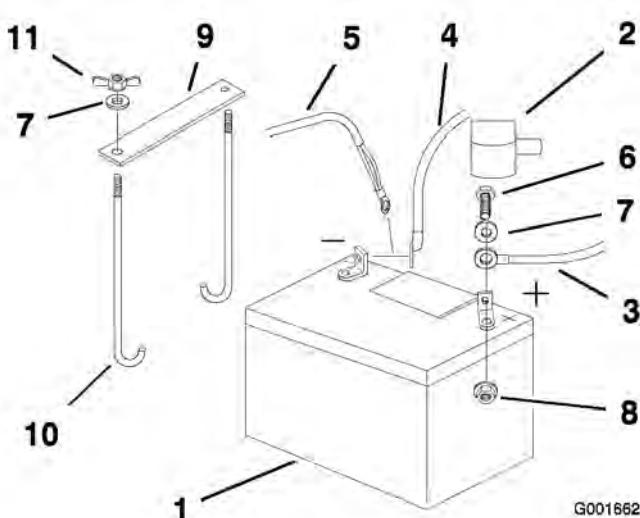

Figure 40
4. Commencez par débrancher le câble négatif et le câble de masse de la borne négative (-) de la batterie (Figure 40).
5. Ôtez le capuchon rouge de la borne positive (rouge) de la batterie. Débranchez ensuite le câble positif (rouge) de la batterie (Figure 40).
6. Retirez les deux écrous à oreilles (1/4 pouce) de fixation de la barrette de maintien de la batterie (Figure 40).
1. Placez la batterie dans son support en tournant les bornes vers le moteur (Figure 40).
4. Fixez les câbles avec 2 boulons (1/4 x 3/4 po), 2 rondelles (1/4 pouce) et 2 contre-écrous (1/4 pouce) (Figure 40).
6. Fixez la batterie en position avec des boulons en J, une barrette de maintien et 2 rondelles (1/4 pouce), ainsi que 2 écrous à oreilles ((1/4 pouce)) (Figure 40).